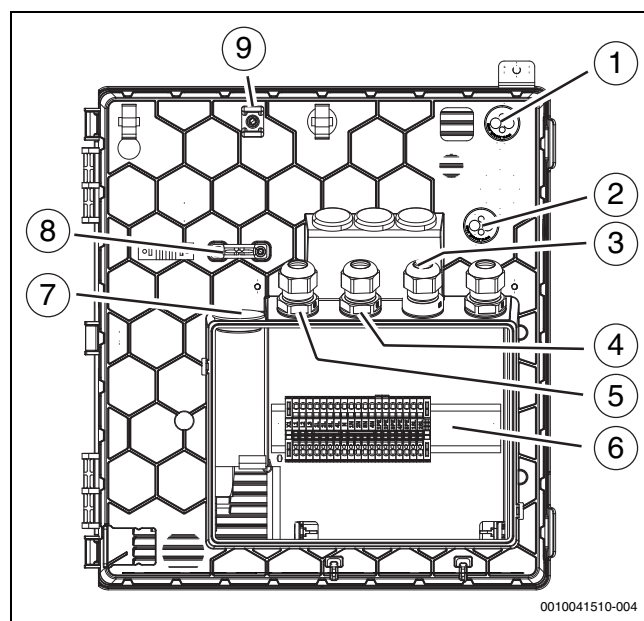

Bild 38 Kabeldurchführungen zum Klemmenkasten
Bei Kabeldurchführungen (→Abbildung 38 [1], [2], [7]) genügt ein kleiner Einstich in die Membran, dann können die Leitungen durchgeschoben werden.
- Nach dem Einführen der Kabel die Kabelverschraubungen festziehen (→Abbildung 38 [3], [4], [5]).
- Die festgelegten Befestigungspunkte [9] für die Befestigung der durch die Einführungen geführten Kabel verwenden (→Abbildung 38 [1], [2]).